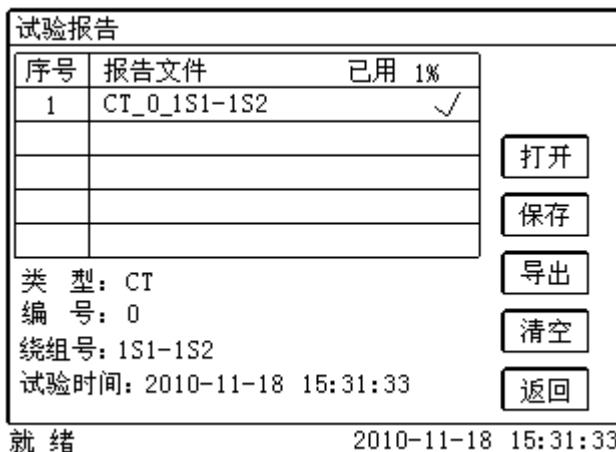

图 2.9 打开试验报告界面
**报告**界面，如图 2.9。选择打开某个试验报告，该报告的参数信息和数据会显示到各个页的对应栏目中。